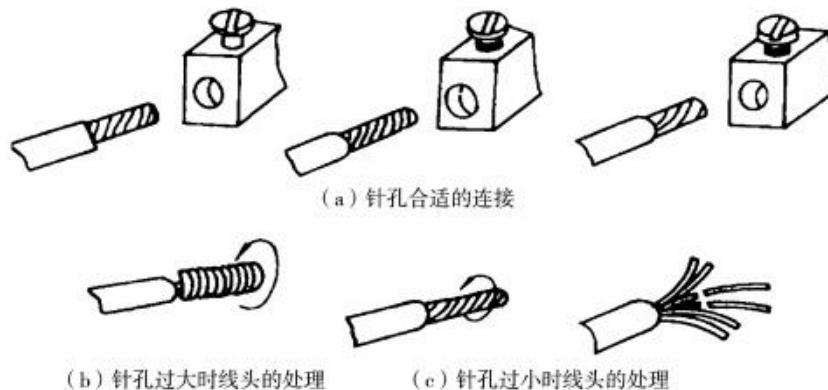

图 1-25 多股芯线与针孔接线柱连接
(2) 在针孔接线柱上连接多股芯线时,应该用钢丝钳将多股芯线进一步绞紧,以保证压紧螺钉顶压时不致松散。注意针孔和线头的大小应尽可能配合,如图 1-25(a)所示。如果针孔过大,可选一根直径大小相宜的铝导线做绑扎线,在已绞紧的线头上紧密缠绕一层,使线头大小与针孔合适后再进行压接,如图 1-25(b)所示。如线头过大,插不进针孔时,可将线头散开,适量减去中间几股。通常 7 股可剪去 1~2 股,19 股可剪去 1~7 股,然后将线头绞紧,进行压接,如图 1-25(c)所示。